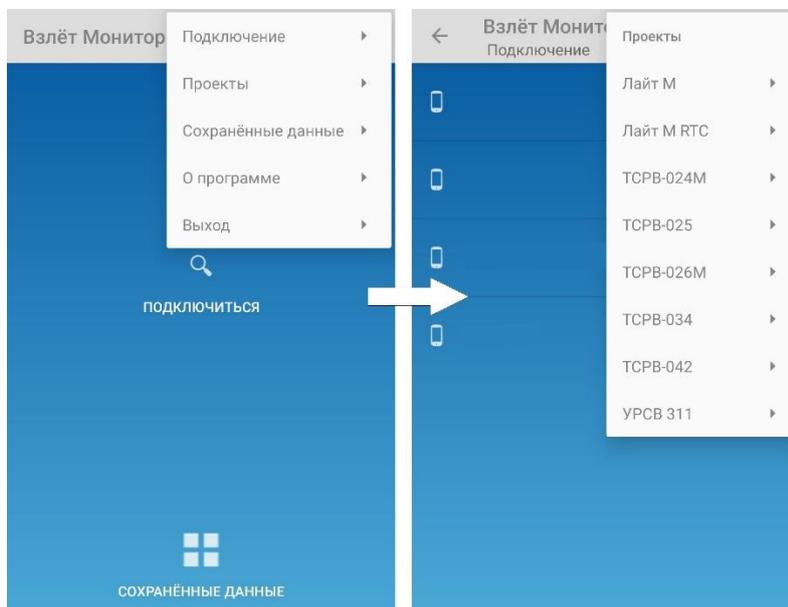

Рис.33. Меню приложения.
3.5.10. Меню приложения «Взлет Монитор» открывается нажатием на кнопку . Меню также содержит раздел **Проекты**, где представлен список поддерживаемых приборов для работы с данным приложением (рис.33).